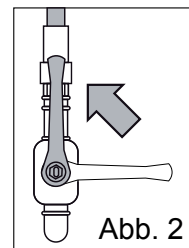
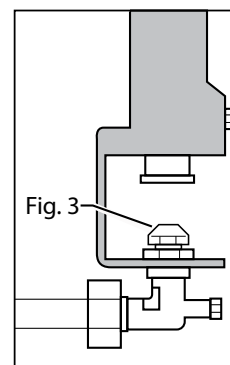

Abb. 2
Fig. 3
- Den Absperrhahn stromaufwärts der Vorrichtung öffnen (Fig. 2);
- Die Schraube mit der Gasdichtung wieder in ihrem Sitz montieren, den dem Gerät vorgeschalteten Absperrhahn öffnen (Abb. 2) und durch Einschalten des Brenners sicherstellen, dass nirgends Gas austritt.
- Falls erforderlich, die Zündkerzen abmontieren, um sie während des Austauschs der Düse nicht zu beschädigen (Abb. 2).
- Die Einspritzdüse abschrauben (Abb. 3)
- Das Thermoelement vom Ventil (Abb. 2/A) und vom Zündaggregat (Abb. 3/A) abmontieren
- Das Hochspannungskabel von der Zündkerze trennen (Abb. 3/B)
- Die Mutter lösen (Abb. 3/C)
- Das Hochspannungskabel wieder anschließen (Abb. 3/B)
- Das Kabel von der Piezozündung trennen (Abb. 2/B)
- Das Thermoelement und die Anschlüsse für Gaszufuhr und Gasausgang abschrauben (Abb. 2/ F)
- Den Träger und das Ventil abschrauben (Abb. 2/G)